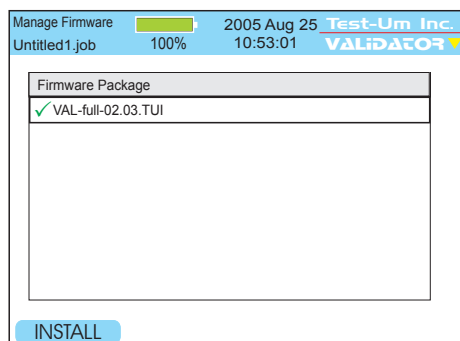

Abbildung 2.7 Firmware-Manager
6. Wählen Sie in der Liste 'Firmware Package' (Firmware-Paket) die Firmware-Datei aus. Aktivieren Sie durch Drücken der F1-Taste die Funktionstaste 'INSTALL' (Installieren), um die Firmware zu installieren (Abbildung 2.7)